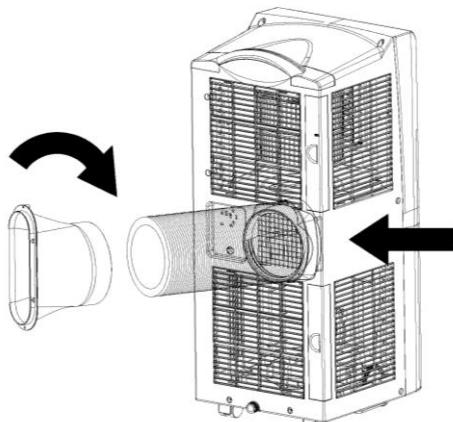

Figura 1
2)insira o conjunto do tubo de exaustão (a extremidade da junta de exaustão) na ranhura de ventilação do painel traseiro (empurre para a esquerda) e conclua a montagem( conforme indicado na figura 1).